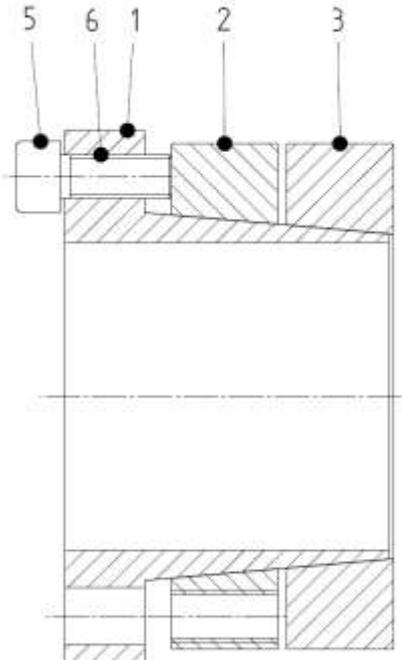

Bild 4) Demontage Spannsatz
- Spannschrauben (5) in die Abdrückgewinde (6) des Innenteils (1) einschrauben (siehe Bild 4).
- Spannschrauben gleichmäßig mit einer  $\frac{1}{4}$  Umdrehung über Kreuz anziehen. Abdrückmoment dabei stufenweise erhöhen, bis die Druckringe (2 und 3) vom Innenteil (1) getrennt sind.